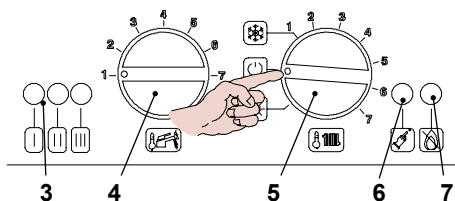
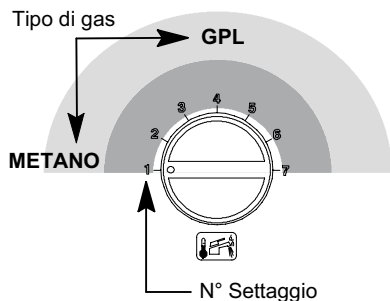
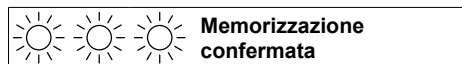

Figura 8.3
Figura 8.6
Figura 8.8
- Ruotare il selettore di funzione 5 come in Figura 8.3; la lampada di segnalazione 3 lampeggia ad intermittenza circa ogni 4 secondi.
- Tenere premuto il pulsante di ripristino 6 in Figura 8.3 per circa 10 secondi, la lampada di blocco 7 inizierà a lampeggiare.
Per visualizzare il settaggio impostato tenere premuto il pulsante di ripristino 6 per circa 5 secondi. Le spie di segnalazione 3 lampeggeranno un numero di volte pari al settaggio (Figura 8.6).
- Per cambiare il settaggio ruotare la manopola regolazione temperatura sanitari 4 in Figura 8.3 e posizionarla per il tipo di gas prescelto Figura 8.6 (nella figura es. manopola settata per gas Metano), la lampada di segnalazione blocco 7 lampeggia velocemente.
- Per memorizzare il settaggio premere il pulsante di ripristino 6 in Figura 8.3 per circa 5 secondi, le spie di segnalazione 3 lampeggiano tutte quante simultaneamente come in Figura 8.8 (legenda spie Figura 8.2)